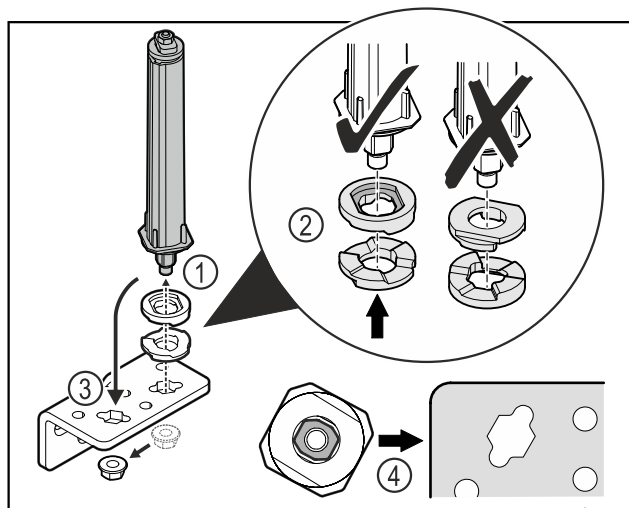

Fig. 25
- Desserrer l'écrou et retirer le système de fermeture de porte Fig. 25 (1).
- Veiller à ce que les rondelles de réglage de la hauteur soient correctement orientées Fig. 25 (2).
- Mettre le système de fermeture de la porte dans l'autre trou de l'équerre de charnière et le fixer avec l'écrou Fig. 25 (3).
- Lors de la mise en place, veiller à bien orienter le système de fermeture de porte Fig. 25 (4).